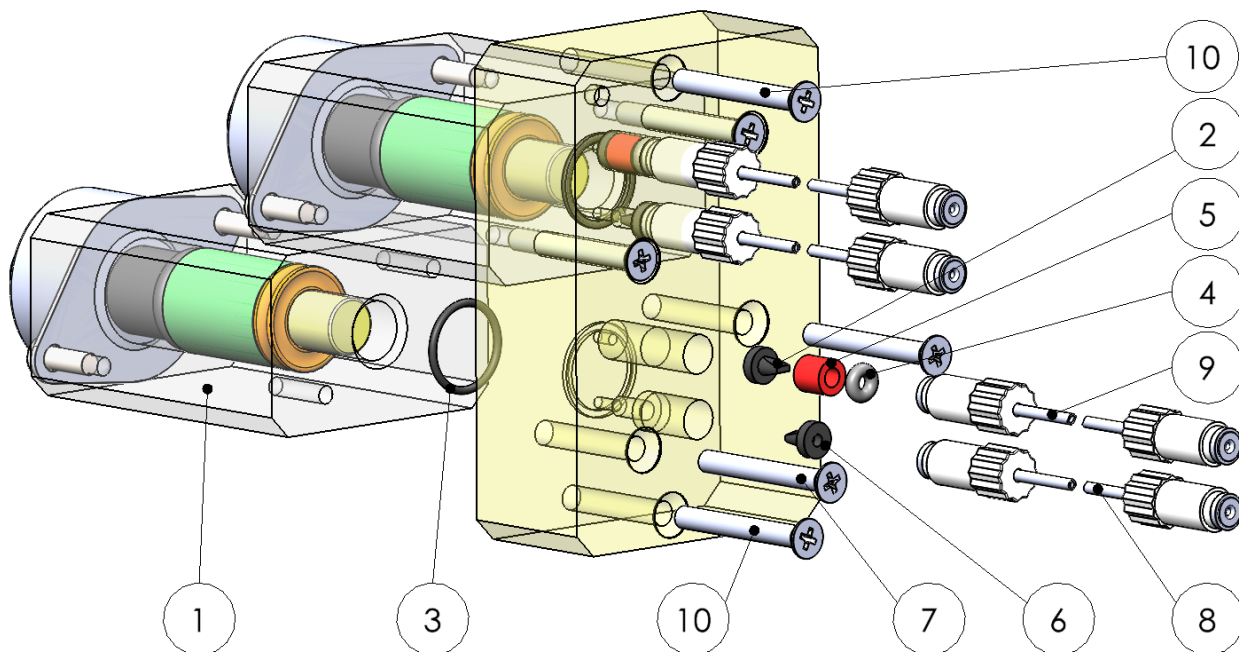

Figura 1
O kit de extensão (artigo n.º 40681) para a instalação de uma segunda bomba para a função de limpeza é composto pelos seguintes componentes (veja a figura 1):
7. Retire a mangueira (12) da garrafa do indicador.
8. Retire a mangueira (13) da câmara de medição.
9. Utilize a chave de fendas Philips para retirar os dois parafusos (10) (veja a figura 1).
1. Comprima a mola (1) de modo que o êmbolo fique visível.
2. Enrosque os componentes para instalar a válvula no êmbolo (use a figura 1 para orientação).